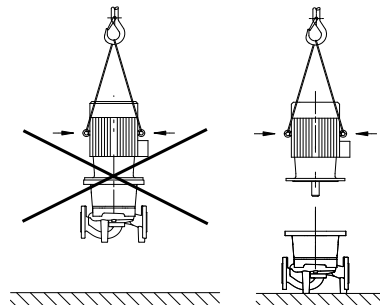

Fig. 16: Elevación del motor
- Las argollas de elevación situadas en el motor sirven sólo para transportar la carga del motor y no la bomba completa (Fig. 16).